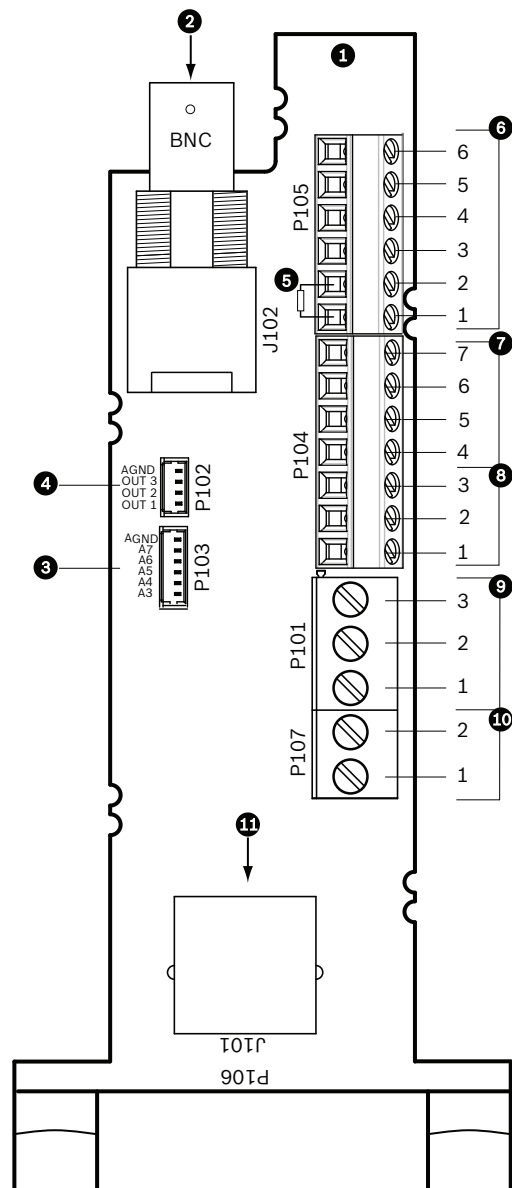

Figure 3.10 Connexions à la carte d'interface installée dans le tube
2. Branchez les fils d'entrée/sortie de données de commande sur leurs bornes respectives du connecteur P105 de la carte d'interface pour tube. Voir *Figure 3.10, Page 46* pour une illustration de ces branchements.